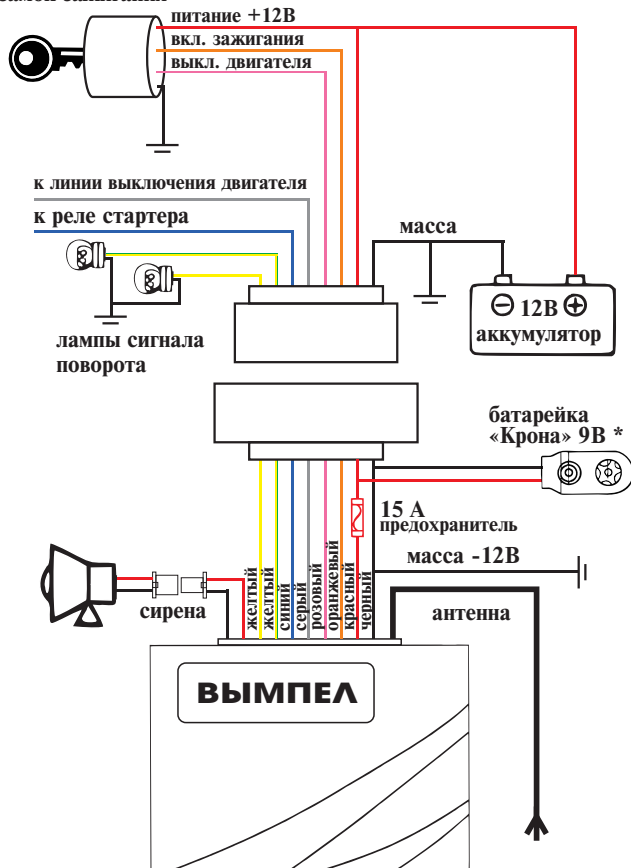

Рис. 1 Схема подключения
- Убедитесь, что доступны все цепи для подключения, такие как зажигание (ACC ON), лампы поворотника, питание и т. д. Схему подключения смотрите на рис. 1.